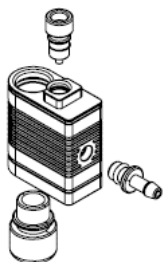

Рис. 7
⇒ Разберите систему подачи молока (4) на отдельные части (Рис. 7).